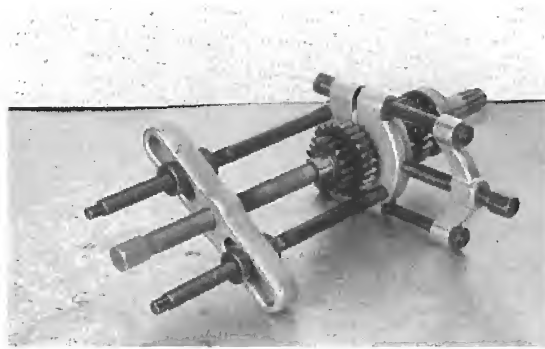

Bild 139 ►
-  Schaltgabeln, Schaltwalze und Zahnräder auf Ausbrüche in der Härteschicht (Bild 139), Anlaufverfärbungen (Ölmangel und Überhitzung) oder übermäßigen Verschleiss untersuchen.